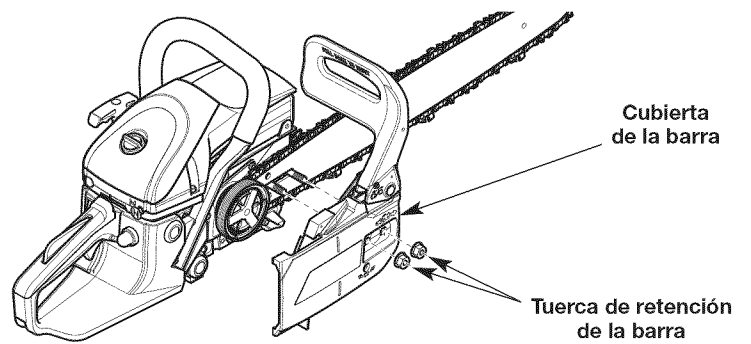

Fig. 29
2. Utilice una herramienta multiuso o una llave de 1/2 pulgada (13 mm) para aflojar las tuercas de retención de la barra (Fig. 29).
3. Retire las tuercas de retención de la barra y la cubierta de la barra (Fig. 29).